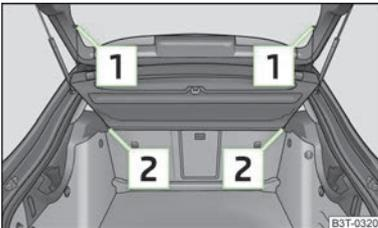

Abb. 68
- Die Haltebänder  » Abb. 68 aushängen.